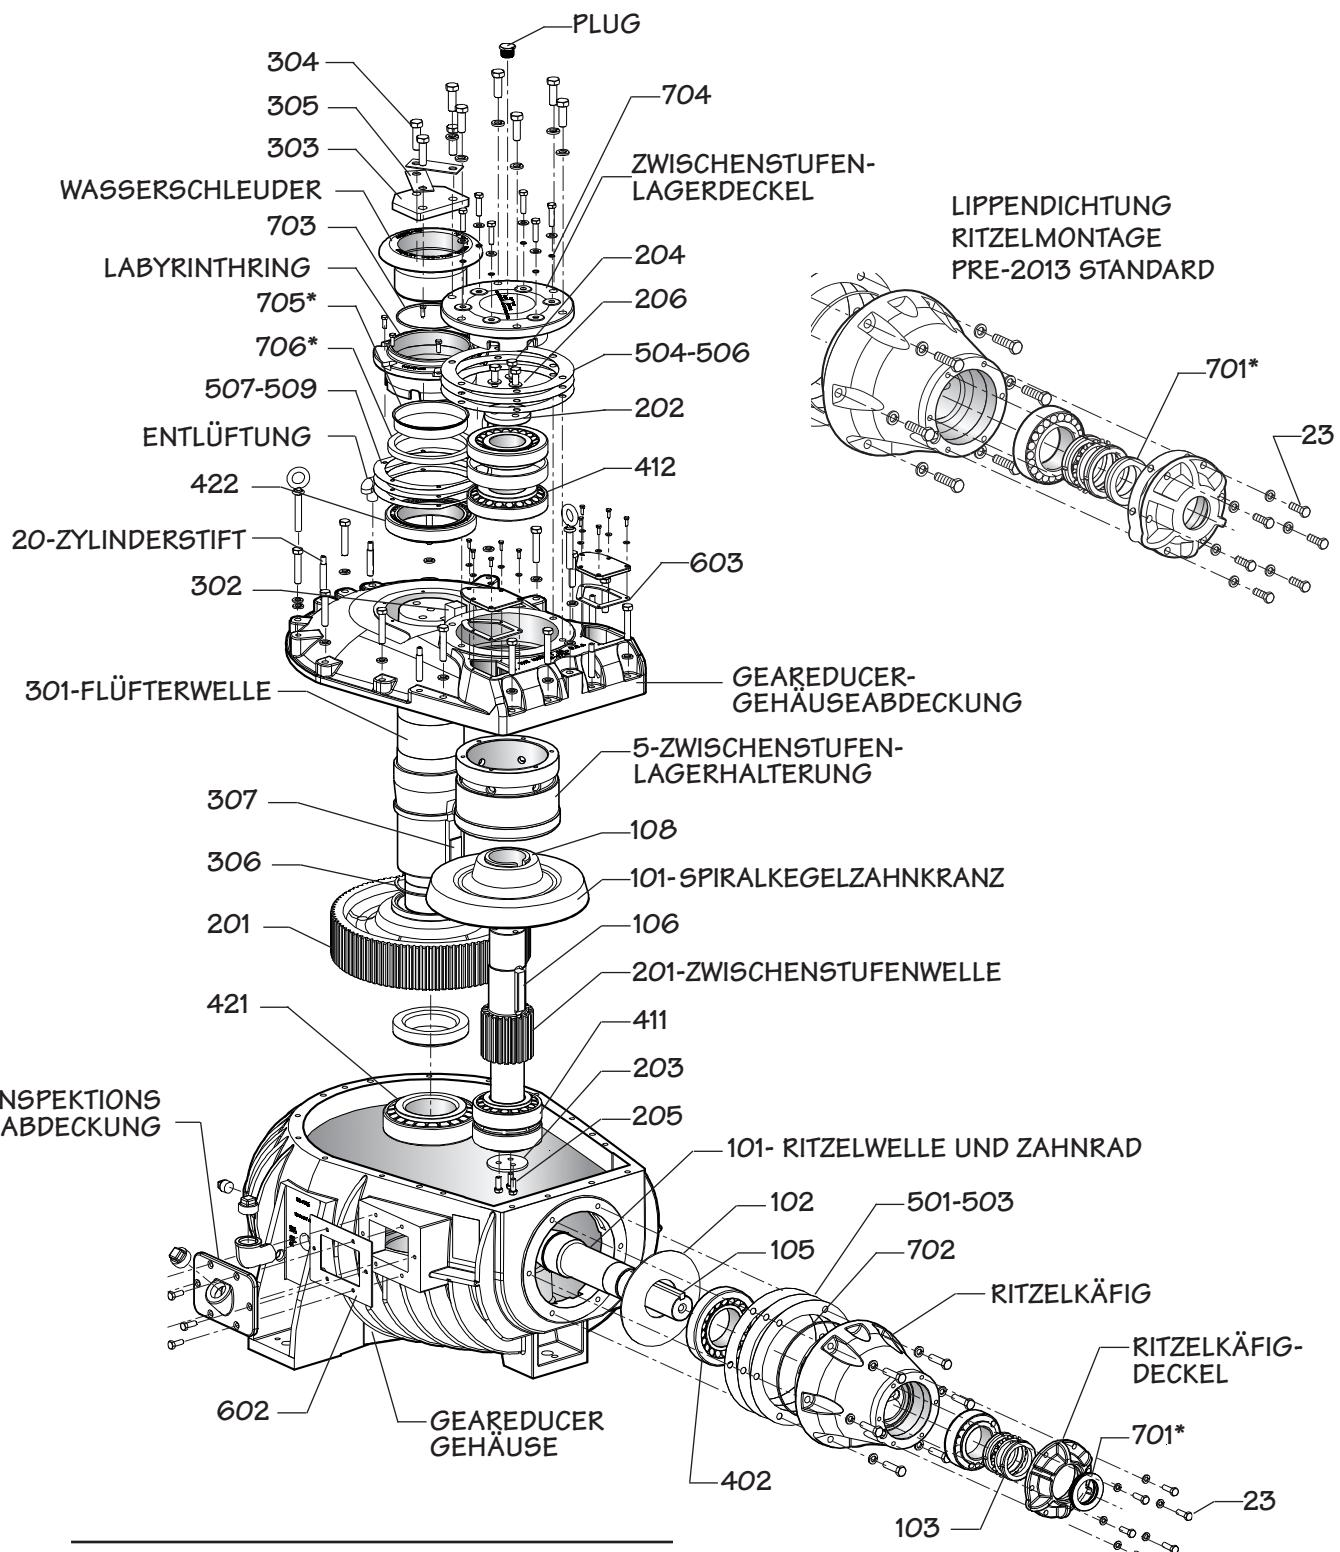

Abbildung 6 Explosionszeichnung Baugruppe
Teilenummern und Referenzen—Siehe **Abbildung 6 und 7**.
- Teilenummern und Referenzen—Siehe **Abbildung 6 und 8**.
- Teilenummern und Referenzen—Siehe **Abbildung 6 und 9**.
Teilenummern und Referenzen—Siehe **Abbildung 6 und 10.**